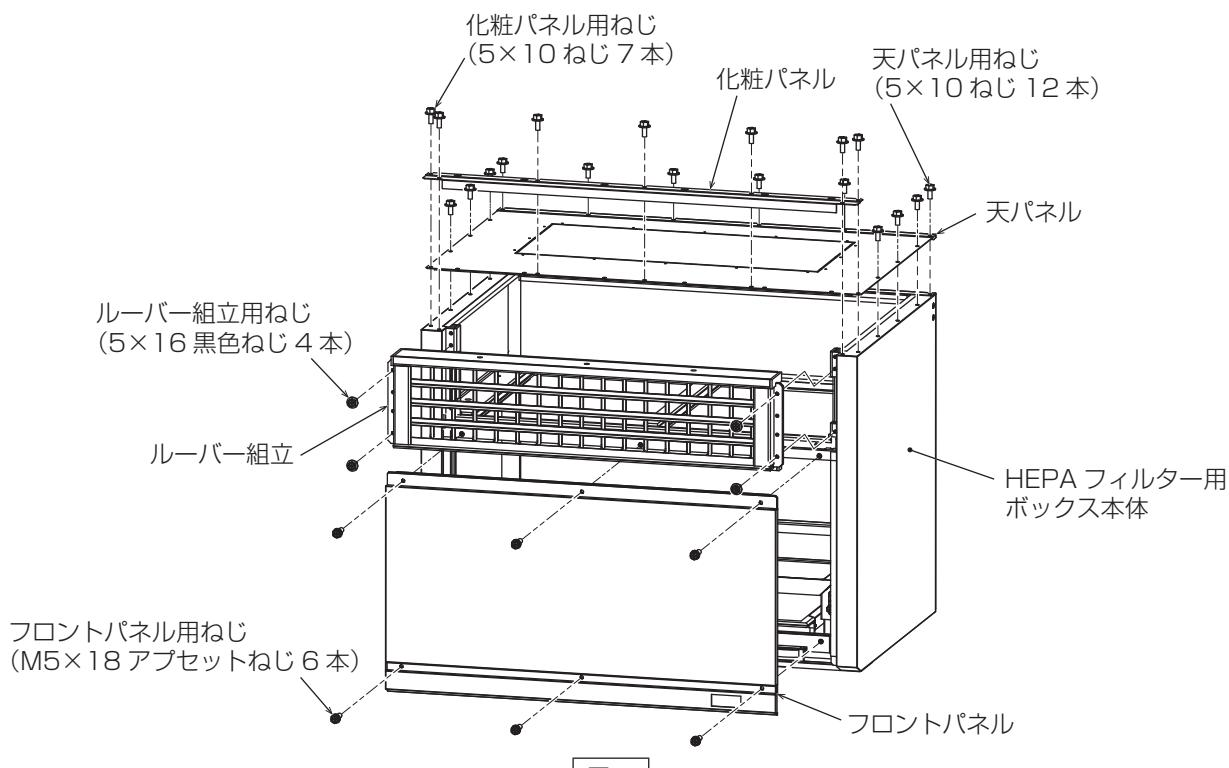

図1
1. 化粧パネルを取り外す。(5×10ねじ7本) ··· 図1
2. 天パネルを取り外す。(5×10ねじ12本) ··· 図1
3. フロントパネルを取り外す。(M5×18アプセットねじ6本) ··· 図1
4. ルーバー組立を取り外す。(5×16黒色ねじ4本) ··· 図1
- ※ ルーバー部を固定していた5×16黒色ねじは付属品の④黒色固定ねじ(5×16)と同じねじです。
- HEPAフィルター用ボックス本体から取外した化粧パネルを元通り取付ける。(5×10ねじ7本)···図1